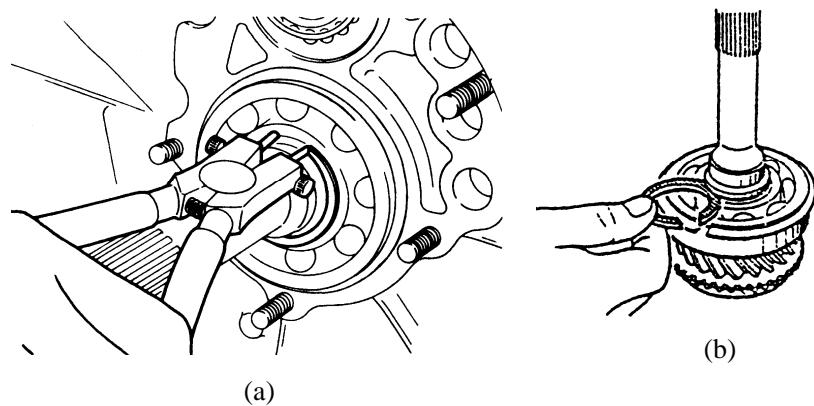

图 3-54 安装弹性圈
- (2) 安装弹性圈时, 如图 3-54 所示, 选择适当的弹性圈进行安装, 使主驱动齿轮轴承端隙符合标准值, 其标准值为 0~0.06mm。